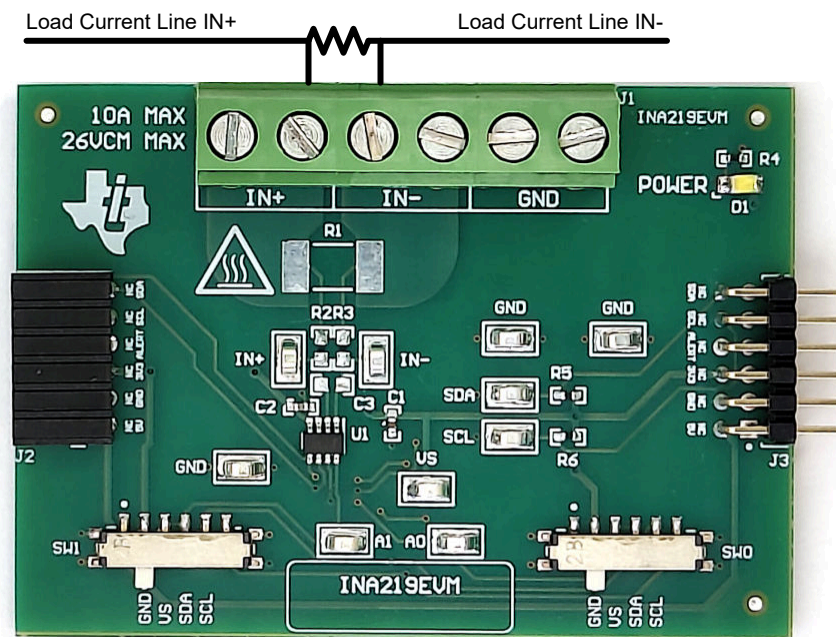
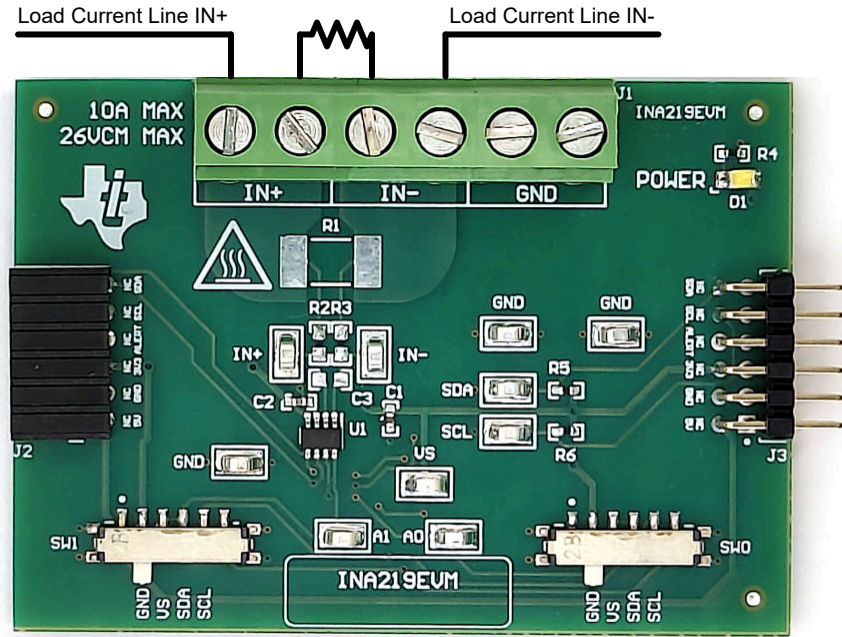

图 2-3. 电流超过 10A 时的 IN+ 和 IN- 布线
图 2-4. 10A 或更低电流时的 IN+ 和 IN - 布线
- b. 在 J1 的 IN+ 和 IN- 端子上连接外部分流器，最好贯穿引脚 4 和 5，如图 2-3 和图 2-4 所示。
- a. 测量 10A 以上的电流时，确保高电流路径不会穿过 EVM (包括端子块 J1) ，如图 2-3 所示。
- b. 将 10A 或更小电流与板载或外部分流器搭配使用时，电流量可以穿过 EVM。图 2-4 显示了一种将多个 IN+ 和 IN- 端子与外部分流器搭配用于此用例的便捷方式。